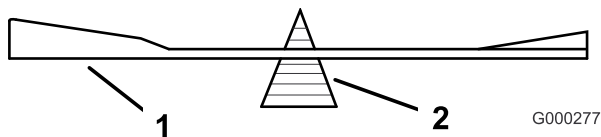
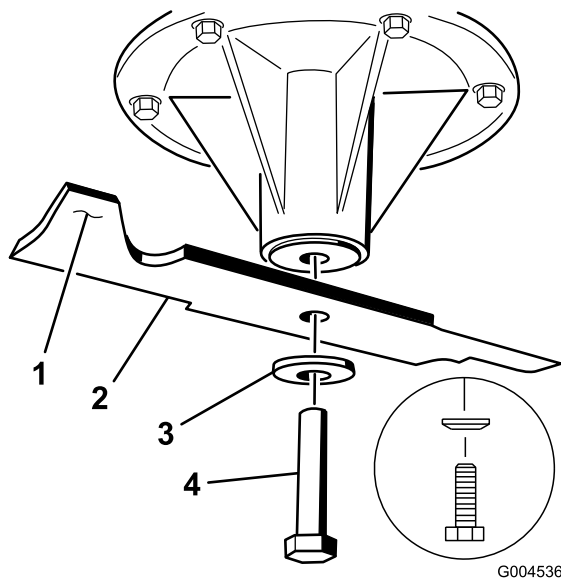

Figure 95
Figure 96
- Vérifiez l'équilibre de la lame en la plaçant sur un équilibreur (Figure 95). Si la lame reste horizontale, elle est équilibrée et peut être utilisée. Si la lame est déséquilibrée, limez un peu l'extrémité de la partie relevée seulement (Figure 96). Répétez la procédure jusqu'à ce que la lame soit équilibrée.
- Reposez sur les axes, les lames gauche et centrale, les rondelles bombées et les boulons de lame (Figure 96 et Figure 97).
**Remarque:** Le cône de la rondelle bombée doit être dirigé vers la tête du boulon (Figure 96).
- Posez sur l'axe, la lame droite, la rondelle bombée et le boulon (fileté à gauche) (Figure 96 et Figure 97).